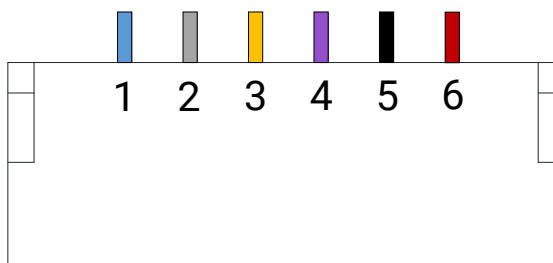

图4-8 6-pin 板端插座接口图
相机的电源及 I/O 接口为 6-pin 板端插座，对应的管脚信号定义如图 4-8、表 4-3 所示。
- 图 4-8 和表 4-3 中所示的线芯仅为我司销售的线缆线序以及对应的线芯颜色，若线缆不是从我司购买，请以实际线序以及对应线芯颜色为准。